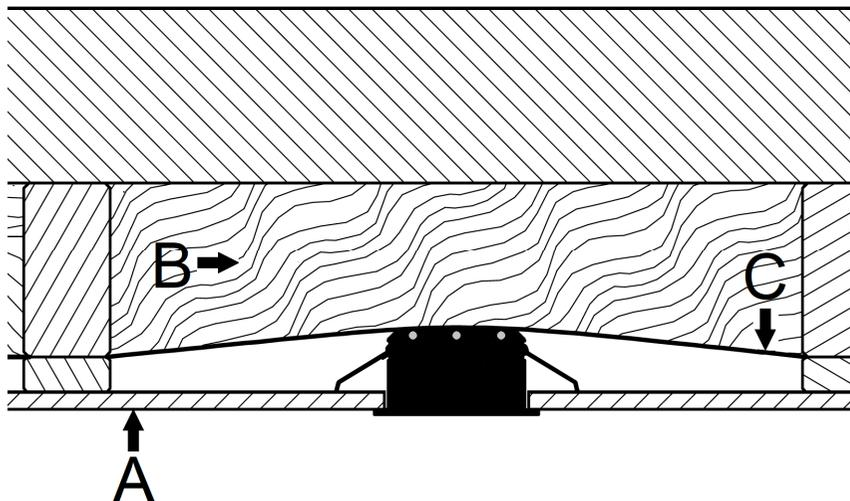

Abb.: 1
- Die LED-Leuchte ist zur Montage auf normal entflammaren Oberflächen geeignet, z.B. auf Holz und Werkstoffen auf Holzbasis mit mehr als 2 mm Dicke (siehe Abbildung 1: Punkt A). Der Einbauraum muss genügend Platz zur Verfügung stellen.
abgedeckt werden (siehe Abbildung 1: Punkt B). Die Einbaubedingungen des jeweiligen Herstellers sind zu beachten.
- Bei Einsatz einer sogenannten Dampfbremse bzw. Dampfsperre (siehe Abbildung 1: Punkt C) sind die Einbaubedingungen und Temperaturbeständigkeit des jeweiligen Herstellers zu beachten. Erforderlich ist eine dauerhafte Temperaturbeständigkeit $\geq 80^{\circ}\text{C}$